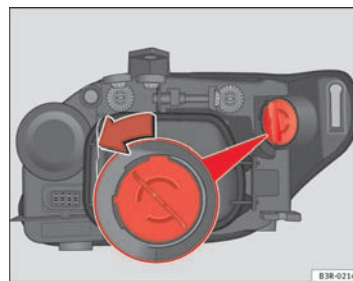

Fig. 219 DRL (feu de circulation de jour)
- Tournez le porte-ampoule dans le sens inverse des aiguilles d'une montre en le saisissant par la poignée ⇒ fig. 219. Retirez le support et l'ampoule.